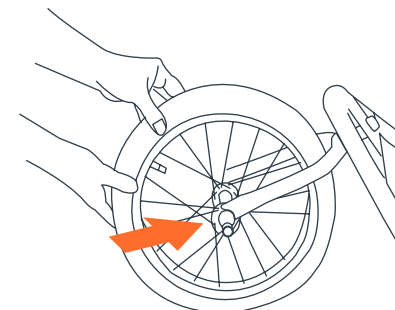

Fig. 2
2) • Deslice la rueda delantera dentro de las horquillas delanteras (Fig. 2).